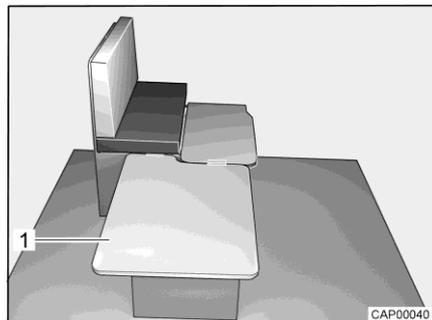

Fig. 76 Durante la transformación
- Enganchar la tabla de apoyo (Fig. 76,1) lateralmente en el banco y colocarla en la mesa.